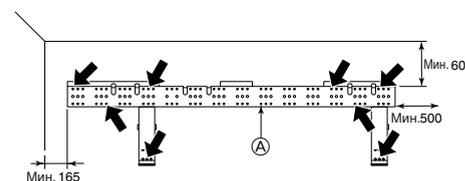

Fig. 3-3
- Настенный кронштейн должен быть закреплен с обоих концов и в центре, если возможно. Никогда не укрепляйте его только в одном месте или каким-либо несимметричным образом. (Если возможно, укрепите установочную арматуру во всех точках, которые обозначены жирной стрелкой.) (Fig. 3-3)